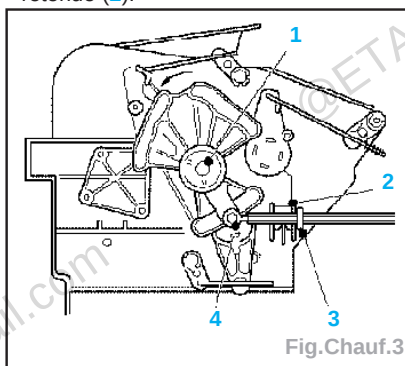

Fig. Chauf.3
- Régler le câble de commande (4), fixer avec le clip (2) (Fig. Chauf.3).
- S'assurer que le clip de câble de commande (3) repose bien contre le clip de retenue (2).